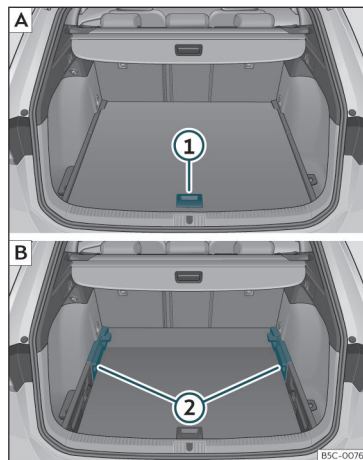

Fig. 122 Piano variabile del bagagliaio: [A] posizione elevata; [B] posizione bassa.
- Per passare dalla posizione bassa a quella elevata, sollevare il piano mediante la maniglia >>> fig. 122 (1), e tirarlo all'indietro finché la parte anteriore del piano non sarà completamente fuoriuscita rispetto ai supporti >>> fig. 122 (2).
- Far scorrere il piano in avanti attraverso i supporti fino a farlo entrare in contatto con lo schienale dei sedili posteriori, e, successivamente, abbassare il piano con la maniglia (1).
- Per passare dalla posizione elevata a quella bassa, sollevare il piano mediante la maniglia >>> fig. 122 (1), e tirarlo all'indietro finché la parte anteriore del piano non sarà completamente fuoriuscita rispetto ai supporti >>> fig. 122 (2).
- Far combaciare la parte anteriore con il piano e spingere il piano in avanti fino a farlo entrare in contatto con lo schienale dei sedili posteriori, abbassando allo stesso tempo il piano con la maniglia ①.
- Con il piano variabile in posizione elevata, sollevarlo con la maniglia >>> **fig. 122 ①**, tirarlo e spingere verso lo schienale dei sedili posteriori finché il piano non si piega sulla linea della cerniera e la parte mobile del piano non si appoggia sullo stesso.